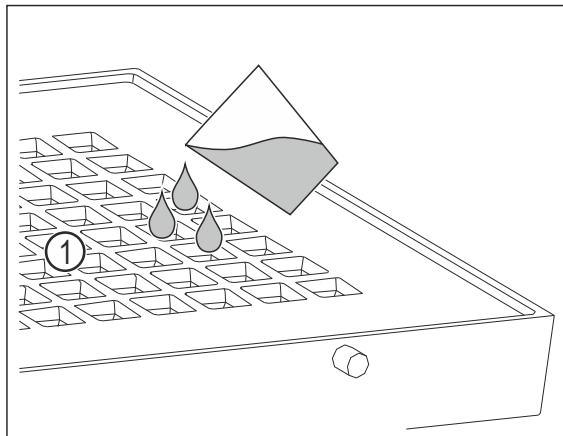

Fig. 104
- Nalijte maximálně 400 ml vody přes otvory *Fig. 104 (1)* v krytu.